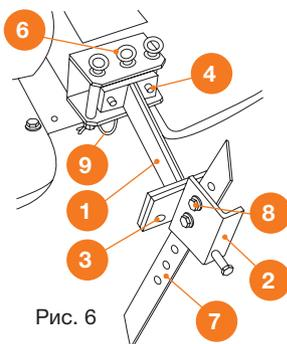

Рис. 6
- Установите крепление сошника **1** в заднюю сцепку культиватора, совместив отверстие сошника **5** с отверстием на задней сцепке с помощью металлического пальца **6** со шплинтом **9** (Рис. 6).